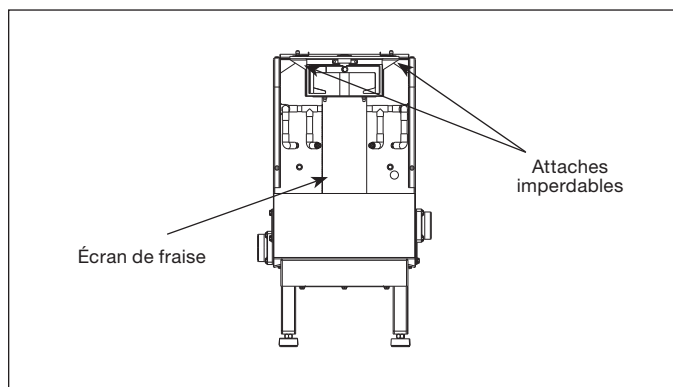

Figure 26.
3. Retirez le support de roulement de la fraise en glissant les deux attaches imperdables vers l'intérieur, puis tirez le support vers le haut (voir la figure 26 et 27).
4. Soulevez la fraise et l'écran et retirez-les (voir la figure 26).